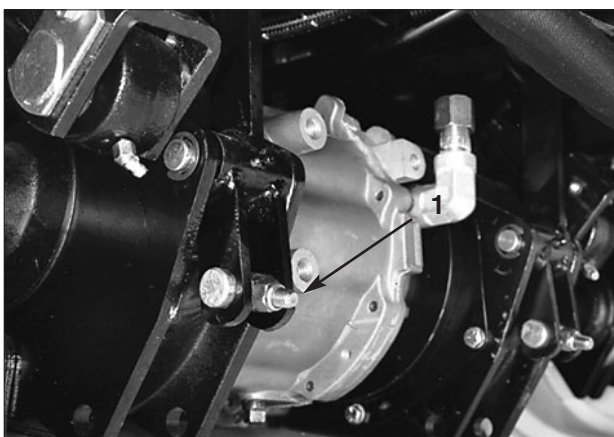

Figure 48
2. Réglage des modèles à 4 roues motrices (Fig. 48) :